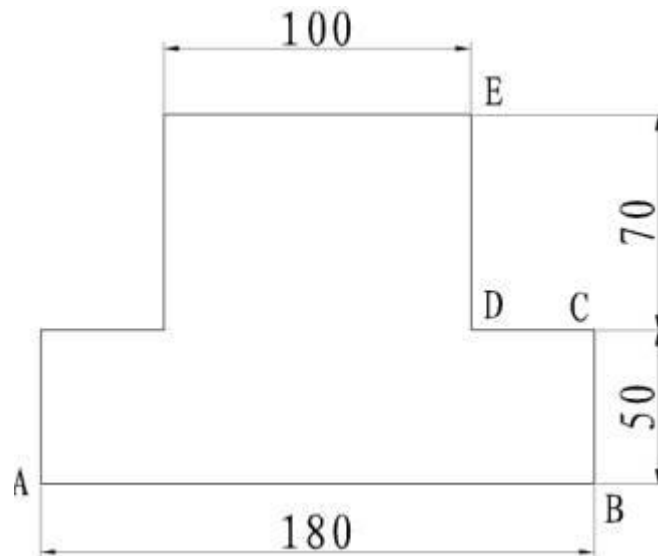
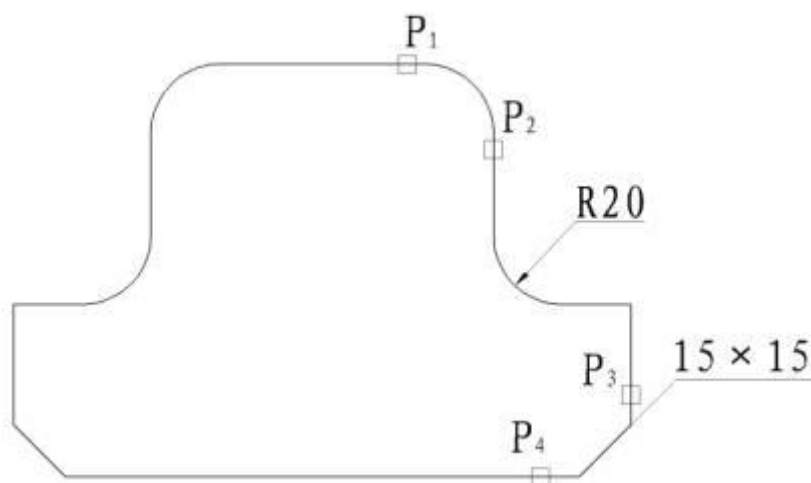

图 1-3 直线
图 1-6 圆角、倒角
## 2.1 绘制如图 1-3 所示图形 (成果须课后打印)
指定下一点或 [闭合(C)/放弃(U)]：@0, -50 (图 1-3) 完成
3.1 在图 1-3 基础上倒出 R20 圆角四个，15X15 直角两个，如图 1-6 所示。